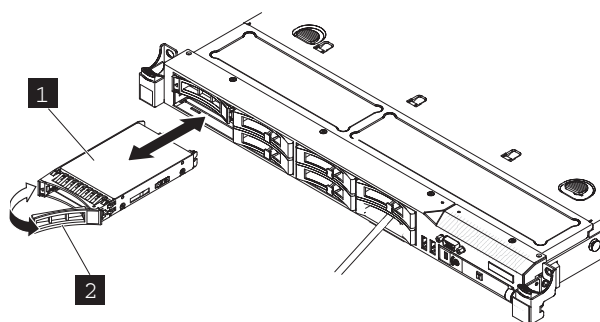

Figura 149. Unidade de estado sólido (SSD) (SAN Volume Controller 2145-CG8 mostrado)
- b. Gire a alça da unidade para a posição aberta (destravada), conforme mostrado na Figura 149.